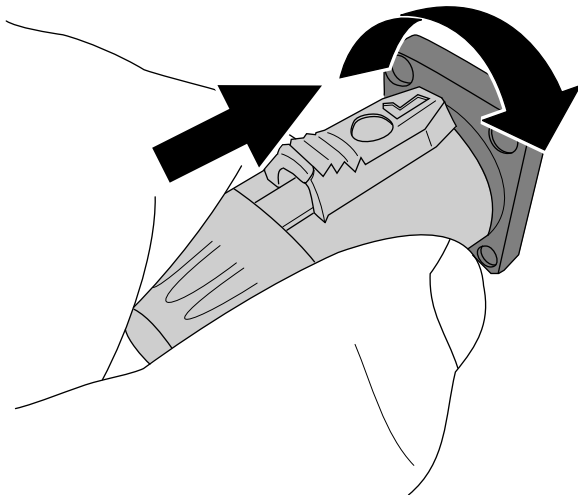

Figura 35
4. Conecte el cargador al conector del cargador y gire el conector en sentido horario para sujetarla (Figura 35).